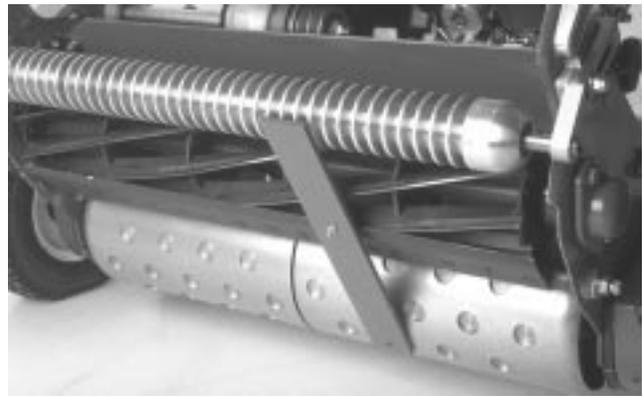

Bild 15
4. Haken Sie den Schraubenkopf an die Schneidkante des Untermessers ein, und stützen Sie das hintere Ende der Leiste auf der hinteren Walze ab (Bild 15).